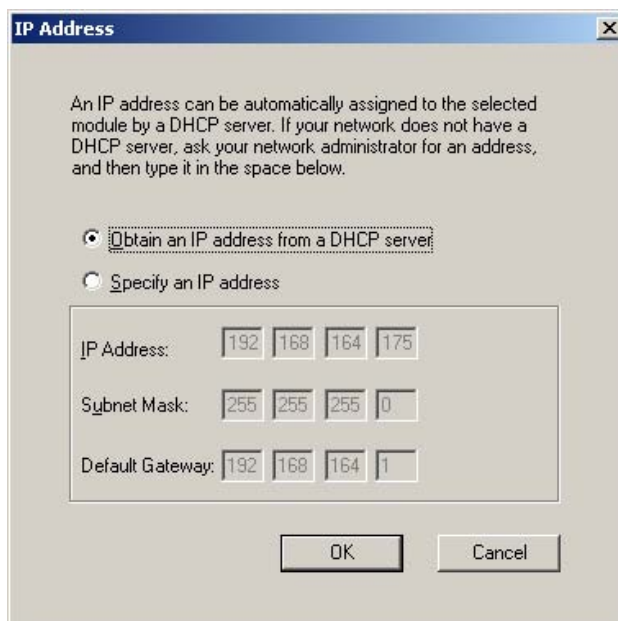

Figura 2.12 – Tela do Endereço IP - Atribuição do Endereço IP à partir de um DHCP Server
19. A opção padrão (*default*) é a atribuição através de um Servidor DHCP. Clique na opção *IP Properties*. Veja a Figura 2.12.